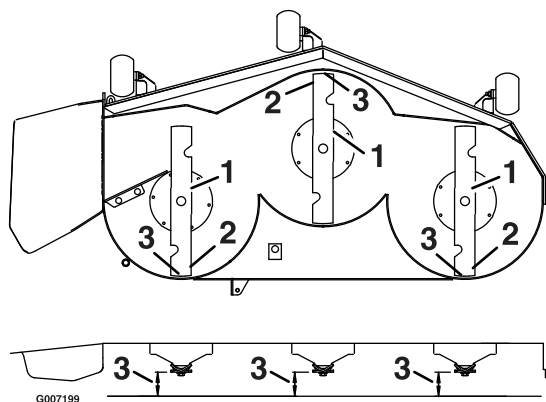

Figure 63
3. Faites pivoter les lames avec précaution pour faire passer les pointes avant à l'arrière (Figure 63).
4. Mesurez la distance entre la pointe de la lame avant et la pointe de la lame arrière par rapport à la surface plane (Figure 63). Si la pointe avant de la lame n'est pas de 1,6 à 7,9 mm (1/16 à 5/16 po) plus basse que la pointe arrière, poursuivez la procédure de mise à niveau du tablier de coupe.